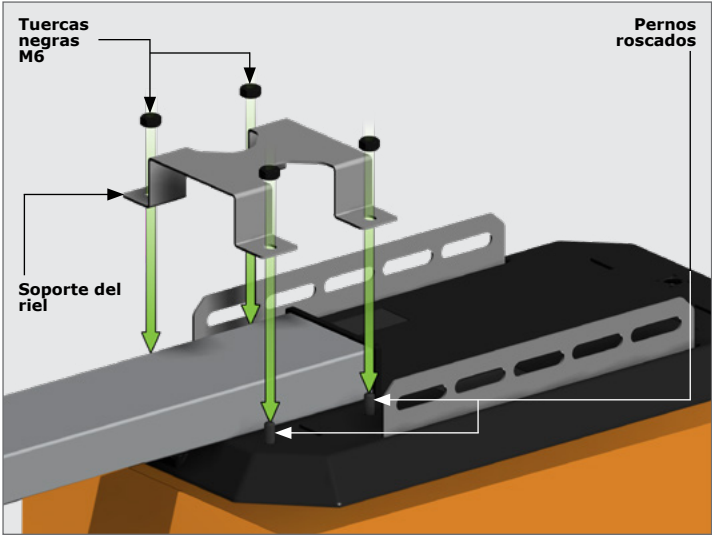

FIGURA 8
3. Coloque los dos soporte del riel en colóquelo sobre los cuatro orificios que se encuentran en la unidad principal y Asegure los soporte del riel en su posición con 4 tuercas negras M6 suministradas y un dado de 10mm (Figura 8).